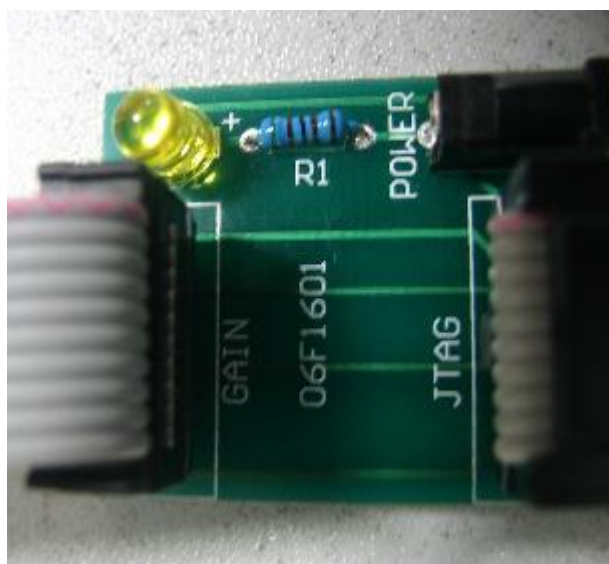

图 1-10 转接板
无线传感器网络系列节点采用 JTAG 口来编程。JTAG 口的管脚顺序与标准 JTAG 口的顺序略有不同，所以编程的时候需要一个转接板，此转接板随仿真器一起提供。转接板如图 1-10。编程时数据线连接顺序如下：有 JTAG 字样的一端通过数据线与节点相连，有 GAIN 字样的一端通过数据线与仿真器相连。
1) 串口：通过串线与 PC 相连接的时候，仿真器需要外接电源，电源接口见图 1-10 的 POWER 部分，电源已经随仿真器一起提供，如果电源正常，电源指示灯会亮。在有外接电源的状态下，仿真器给节点编程的时候不需要打开节点不需要打开。